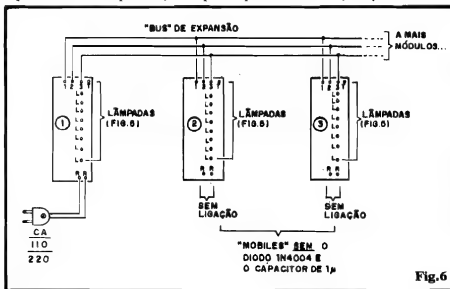

Fig. 6
- FIG. 6 - EXPANDINDO O MOBILE - Na figura esquematizamos um arranjo expandido, com 3 módulos (totalizando, portanto, 24 lâmpadas controladas...). Observem alguns pontos (cujos conceitos valerão qualquer que seja o número real de módulos "enfileirados"...)...